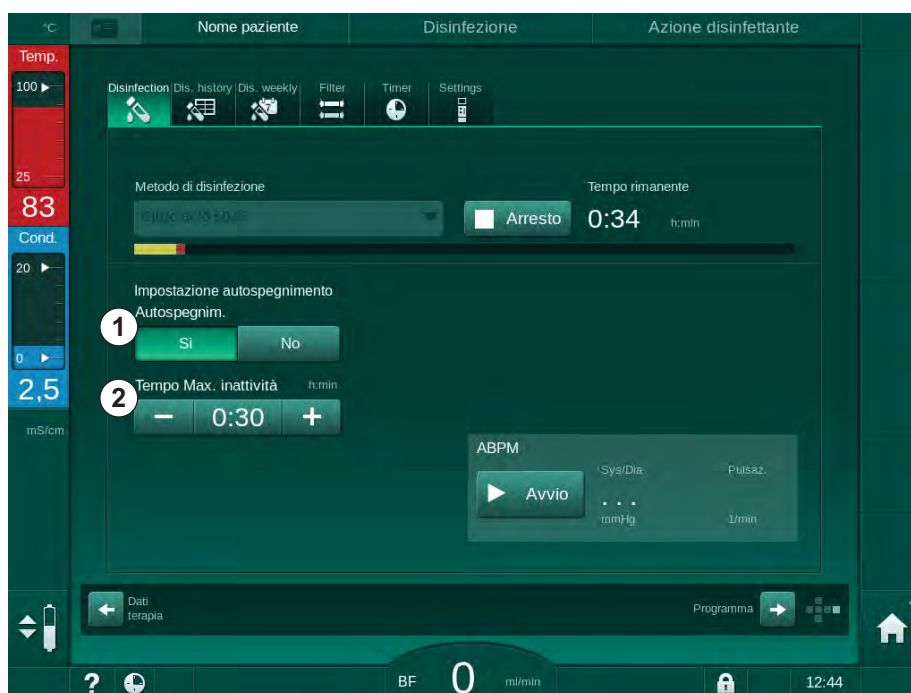

Fig. 7-15 Disinfezione in corso - *Autospegnimento* attivato
Dopo aver selezionato la videata di disinfezione, viene indicata l'impostazione per *Autospegnimento* (*Si* o *No*) nonché il tempo di inattività massimo se *Si*). L'impostazione della funzione può essere modificata in ogni momento prima o dopo l'avvio della disinfezione toccando *Autospegnimento, Si* o *No* (Fig. 7-15, ①).